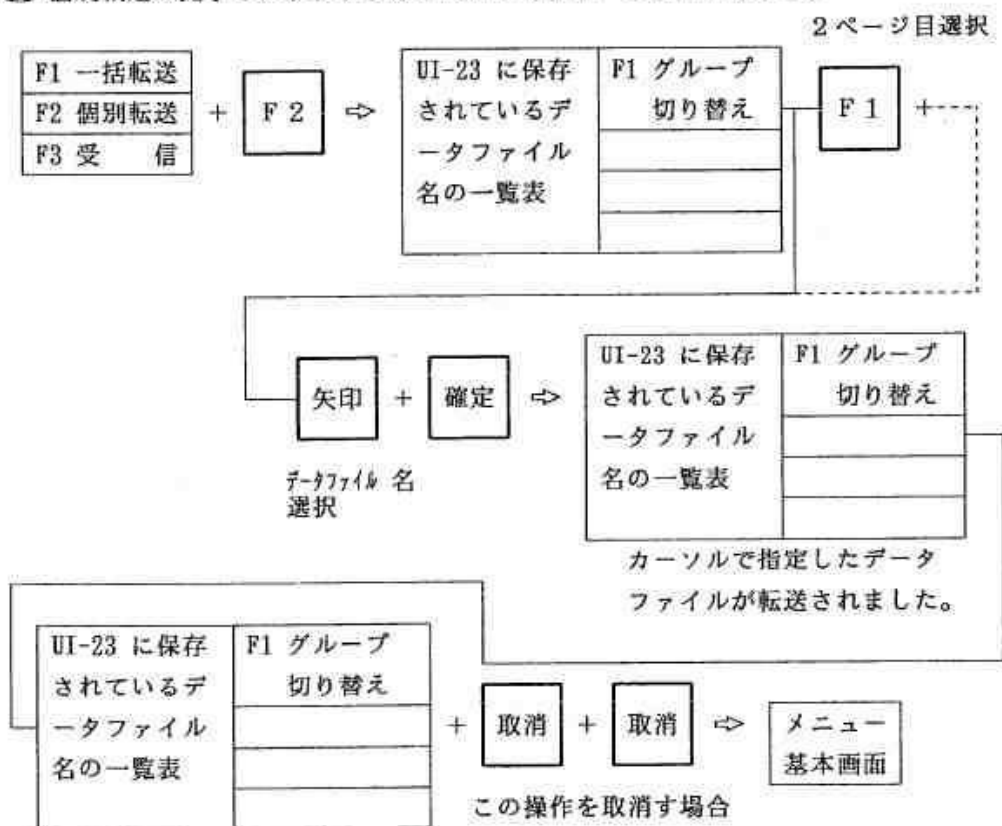

図 6.2.11 個別送信の操作方法
(2) 個別転送の場合の手順
- ① 選択キー【F2】を1回押すと表示器の探傷図形表示エリアにUI-23 に保存されているデータファイル名の一覧が表示され、メニューエリアには図 6.2.11 に示す選択メニューが表示されます。
- ② 矢印キーで転送したいデータファイル名にカーソルを合わせます。UI-23 には100個のデータが保存できますが、一回に表示されるデータファイルの数は50個です。